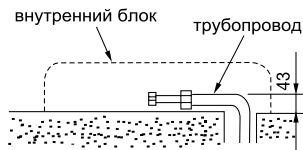

Рис. 7
2. Для подключения трубопровода слева или слева сзади действуйте, как показано на рис. 7. Согните трубы так, чтобы они проходили на высоте не более 43 мм от стены.